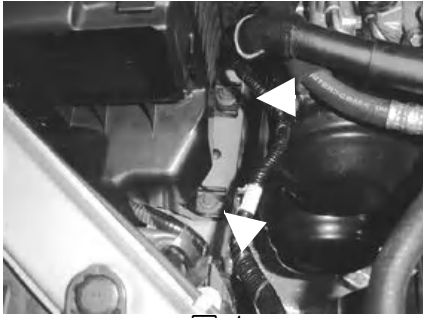

図1
- ① エアクリーナーボックス下部は10mmボルトで2ヶ所固定されています。(図1)